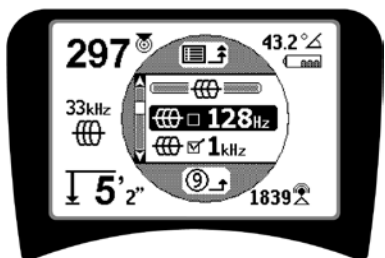

Figura 14: Evidenziazione della frequenza desiderata (128 Hz)
2. Usando i tasti in su e in giù, evidenziare la **frequenza desiderata** (Figura 14). In questo esempio, l'operatore attiva una frequenza a 128 Hz.